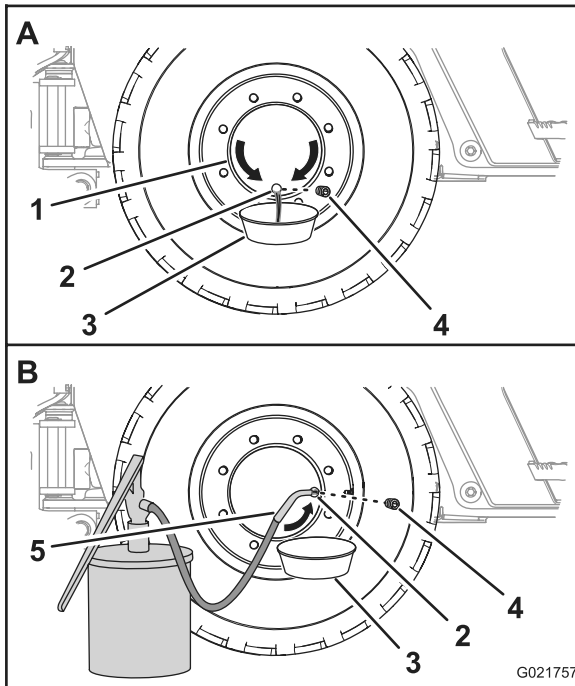

Figura 66
- Mueva la máquina hacia adelante o hacia atrás hasta que el tapón de aceite del cubo de la rueda esté en la posición de las 6 (Figura 66).
- Coloque un recipiente debajo del orificio de aceite del cubo de la rueda (Figura 66).
- Retire el tapón y drene el aceite del planetario (Figura 66).
- Mueva la máquina hacia adelante o hacia atrás hasta que el tapón de aceite del cubo de la rueda esté en la posición de las 3 o de las 9 (Figura 66).